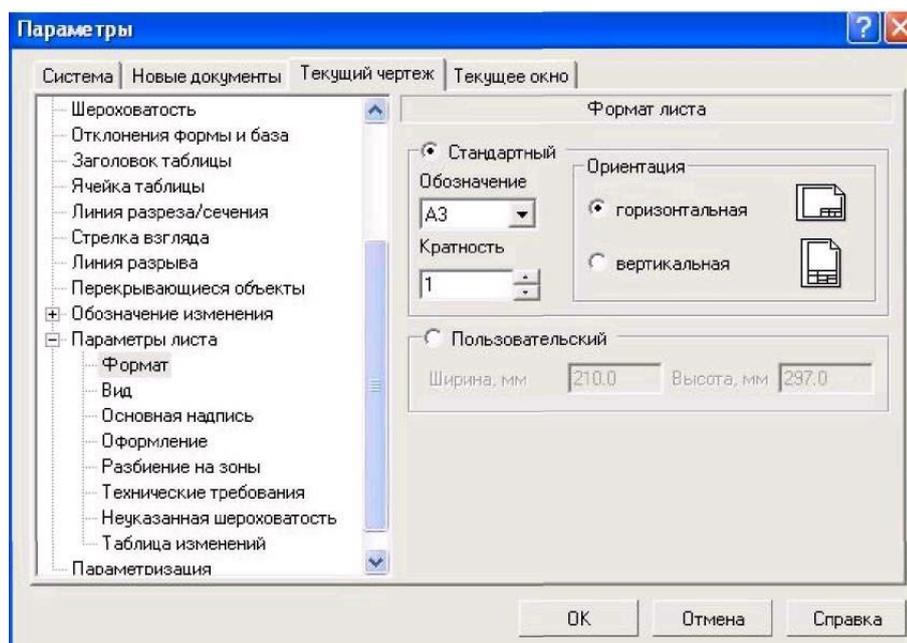

Рис. 1.13. - Диалоговое окно **Параметры**
2) в появившемся диалоговом окне «**Параметры**» выбрать строку **Па рамет-ры листа**, а затем строку **Формат** (рис. 1.13);